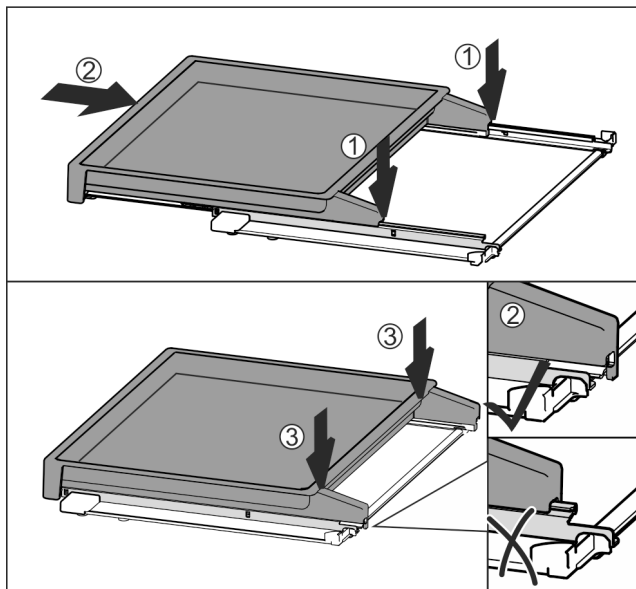

Fig. 97
- ▶ Установить по центру на направляющие Fig. 97 (1).
- ▶ Вставить вытяжную панель полностью Fig. 97 (2).
- ▶ Нажимать на задней стороне до тех пор, пока не будет слышна фиксация Fig. 97 (3).